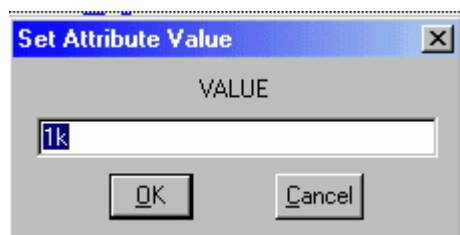

Рис.1.3. Диалоговое окно изменения номинала резистора
1.4. **Установка числовых значений и обозначений элементов.** Для установки параметров элементов необходимо подвести курсор к параметру элемента и дважды нажать ЛКМ (или по команде **Edit/Attributes**). В поле **"Value"** появляется числовое значение этого параметра – 1k. Соответствующее окно представлено на рис. 1.3.